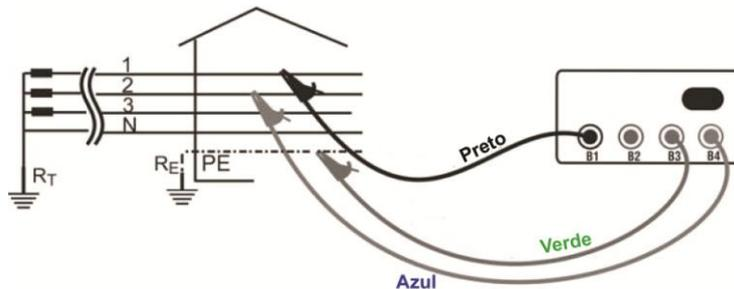

Fig. 9: Ligação do instrumento para medição da impedância Fase-Fase
3. Inserir os crocodilos nos condutores do sistema Trifásico (ver Fig. 9).